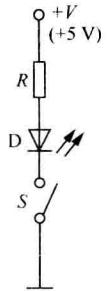

图 1.14
**1.7** 在图 1.14 所示电路中, 发光二极管导通电压  $U_D = 1.5 \text{ V}$ , 正向电流在 5 ~ 15 mA 时才能正常工作。试问: